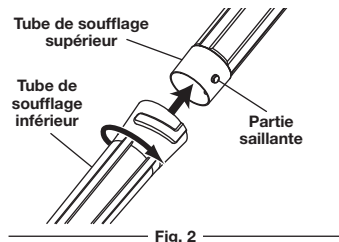

Fig. 2
1. Alignez l'encoche sur l'extrémité supérieure du tube de soufflage inférieur avec la partie saillante sur l'extrémité du tube de soufflage supérieur (Fig. 2).
2. Placez le tube de soufflage inférieur dans le tube de soufflage supérieur (Fig. 2).
3. Pivotez le tube de soufflage inférieur vers la droite jusqu'à ce qu'il soit bien serré (Fig. 2).